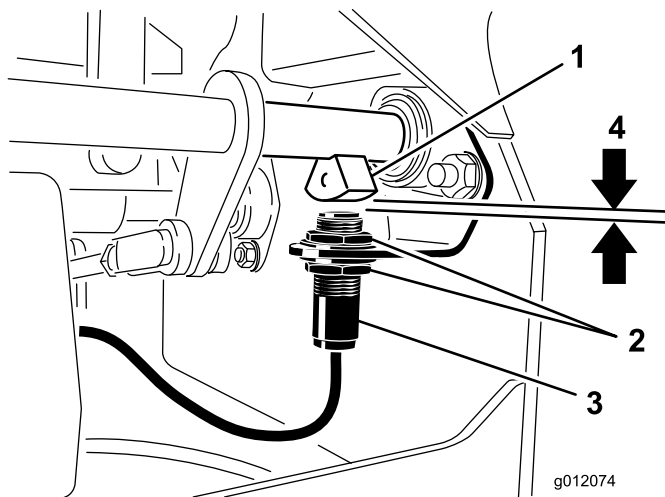

Figura 57
4. Mueva el interruptor hacia arriba o hacia abajo en el soporte hasta que la distancia entre el sensor del eje del freno y el émbolo del interruptor sea de 3,9 mm (Figura 57).